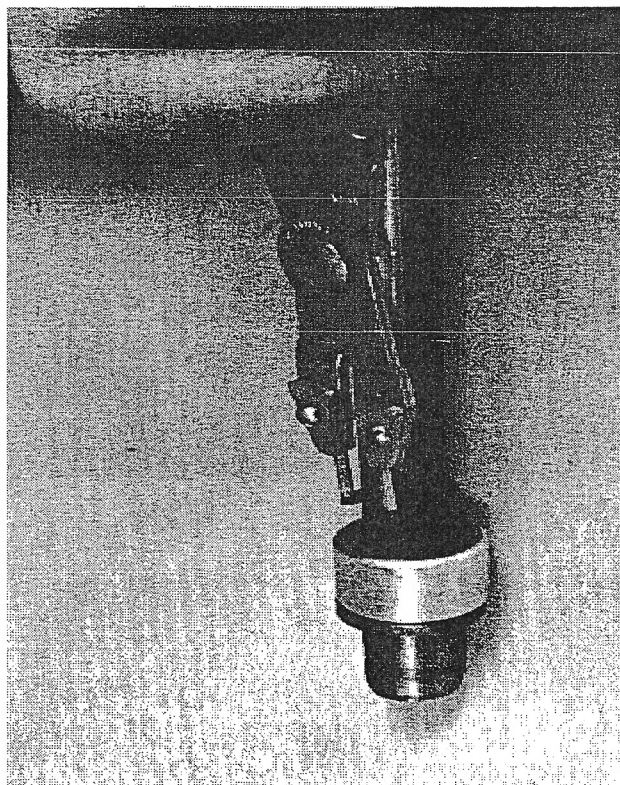

FIG. 175
1. Hay que montar primero el conjunto válvula. Pon el émbolo en el eje de la pipa con el lado hueco mirando hacia la parte inferior del eje como vemos en la Fig 175. Pon un clip nuevo en su ranura con su lado anguloso mirando hacia fuera. Consulta el Párrafo 13 de la Parte A de la Sección 3 del Capítulo 2 para ver el por que.